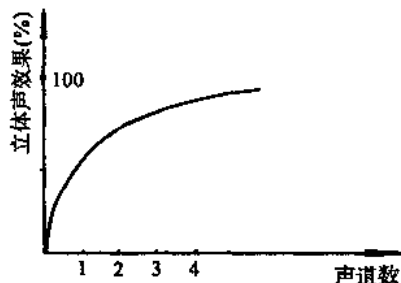

图1—1 立体声效果与声道数之间关系曲线
(1) 单声道录音机：这是一种低档录音机，采用一个声道记录、重放信号。由于只有一个声道，所以不能重放出立体声效果，即使是使用立体声磁带放音，也无立体声效果。
(2) 双声道录音机：双声道录音机又称为立体声录音机，这是因为它能反映立体声效果。如图1—1所示是立体声效果与声道数之间的关系曲线。从中可知，只有当声道数趋于无穷大时才能百分之百反映立体声效果。当采用两个声道时，已经能够大体上反映立体声效果了。由于再增加声道数目不能大幅度提高立体声效果，而且成本会成倍增加，所以目前的立体声录音机都采用两个声道记录、重放信号，故称为双声道立体声录音机。这种录音机若采用单声道录音磁带放音，仍然不能获得立体声效果。